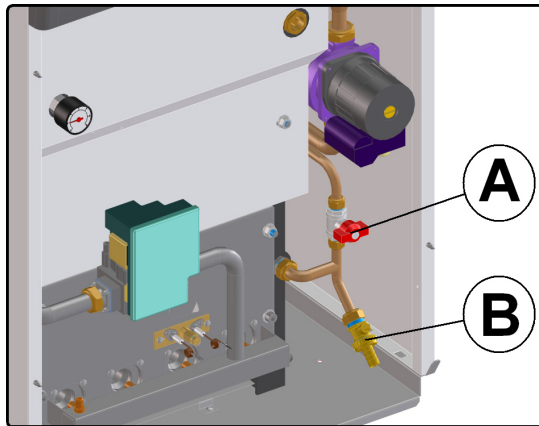

Fig. 3.4
Per i modelli **PE** e **WT** disinserire l'apparecchio dalla rete elettrica agendo sull'interruttore bipolare previsto sull'impianto, aprire il pannello frontale della carrozzeria (2), aprire il rubinetto di riempimento (A in fig. 3.4), e contemporaneamente verificare la pressione del circuito riscaldamento sul manometro.
For the **PE** and **WT** models disconnect the unit from the mains via the bipolar switch, open the front body panel (2), turn the fill-up cock on (A in fig. 3.4) and simultaneously check on the gauge the pressure in the central heating circuit.
Para los modelos **PE** y **WT** desconectar el aparato de la red eléctrica actuando sobre el interruptor bipolare dispuesto en la instalación, abrir el panel frontal de la carcasa (2), abrir el grifo de llenado (A en la fig. 3.4), y comprobar al mismo tiempo la presión del circuito de calefacción en el manómetro. Una vez llevada a cabo esta operación, cerrar el grifo de llenado.
controllare che il rubinetto di riempimento (A in fig. 3.4) sia ben chiuso, o per i modelli **CH** che il rubinetto di riempimento posto sull'impianto non trafigli acqua.
check that the fill-up cock (A in fig. 3.4) has been turned off tightly or, for the **CH** models, that the fill-up cock on the unit is not leaking water.
controlar que el grifo de llenado (A en la fig. 3.4) está debidamente cerrado, o para los modelos **CH** que del grifo de llenado ubicado en la instalación no salga agua.